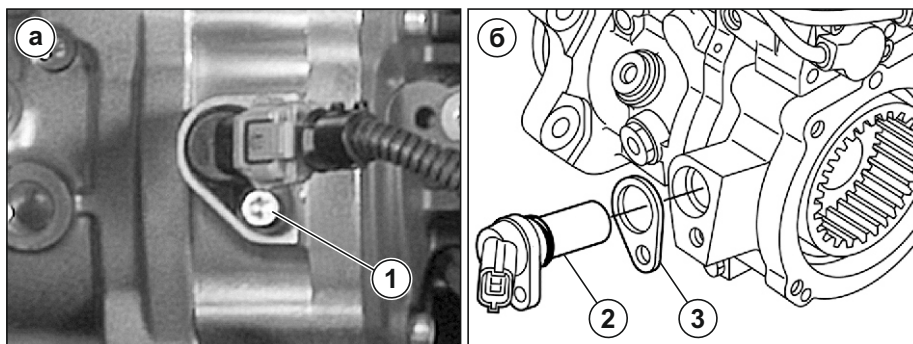

Рис. 98. Снятие датчика фазы насоса топливного.
1. Отвернуть болты крепления топливоподкачивающего насоса (ТПН) (1).
2. Снять насос топливоподкачивающий (2) при помощи пластикового молотка (3).
4. Отвернуть болт (1) крепления датчика фазы(см. Рис. 98а).
5. Снять датчик фазы (2) (см. Рис. 98б).
6. Снять прокладку датчика фазы (3).